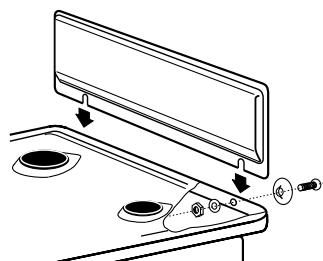

Рис. 7
- В платах, укомплектованных щитком, щиток закрепляется перед установкой плиты (рис. 7).